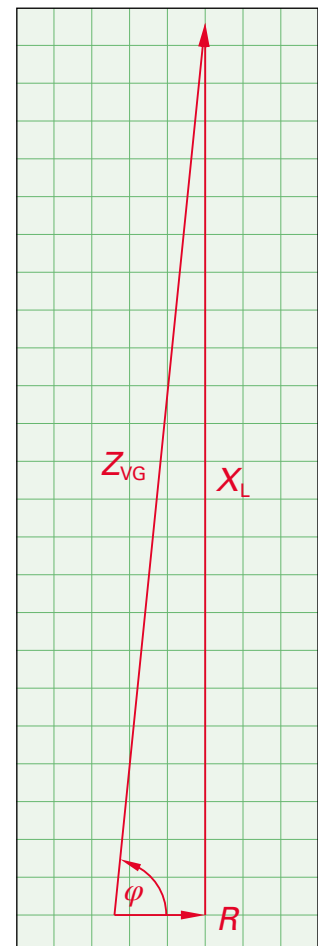

Bild 3: Widerstands-dreieck
- d) Zeichnen Sie das maßstabsgerechte Widerstands-dreieck (**Bild 3**) für das Vorschaltgerät.
- e) Lesen Sie aus dem gezeichneten Widerstands-dreieck (**Bild 3**) den Phasenverschiebungswinkel φ des Vorschaltgerätes ab.